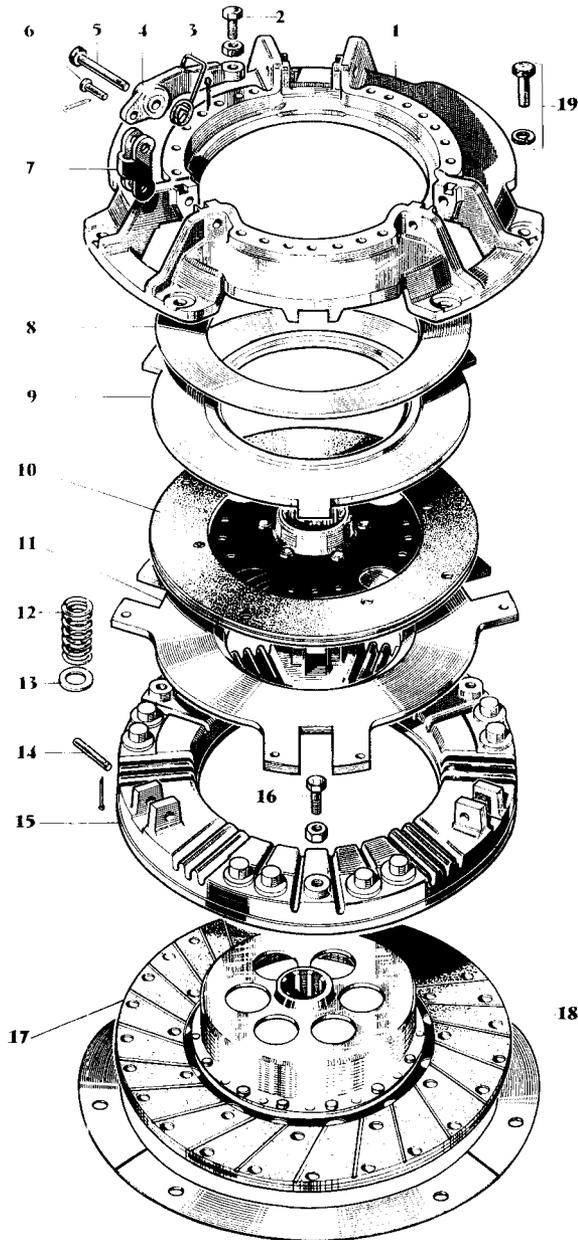

Fig. 3
- 8° Faire tourner le moteur quelques minutes à moyen régime, pour le conditionner et placer la manette de régime au ralenti. Obtenir 500-550 tr/mn en vissant ou en dévissant la vis de butée de ralenti de la biellette de commande de régime (fig. 3, repère V 1).
Nota. — Ne jamais toucher la vis plombée de butée de régime maximum sur la pompe (fig. 3, repère V 2).
- 1° Mettre le couvercle d'embrayage à l'envers, y placer la rondelle Belleville de façon qu'elle soit centrée par l'embrèvement du couvercle (fig. 3).
- 4° Placer sur le plateau presseur MAMU le plateau primaire, les sièges de ressorts, les ressorts, le plateau de friction secondaire et le disque secondaire avec la joue du moyeu au-dessus du voile (fig. 3).